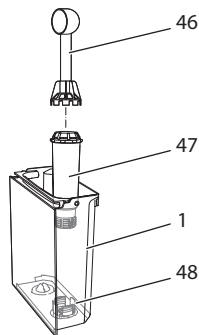

Fig. 25: På- og afskruning af vandfilter
- Fjern vandfilteret, når maskinen opfordrer hertil (se Fig. 25, side 245).